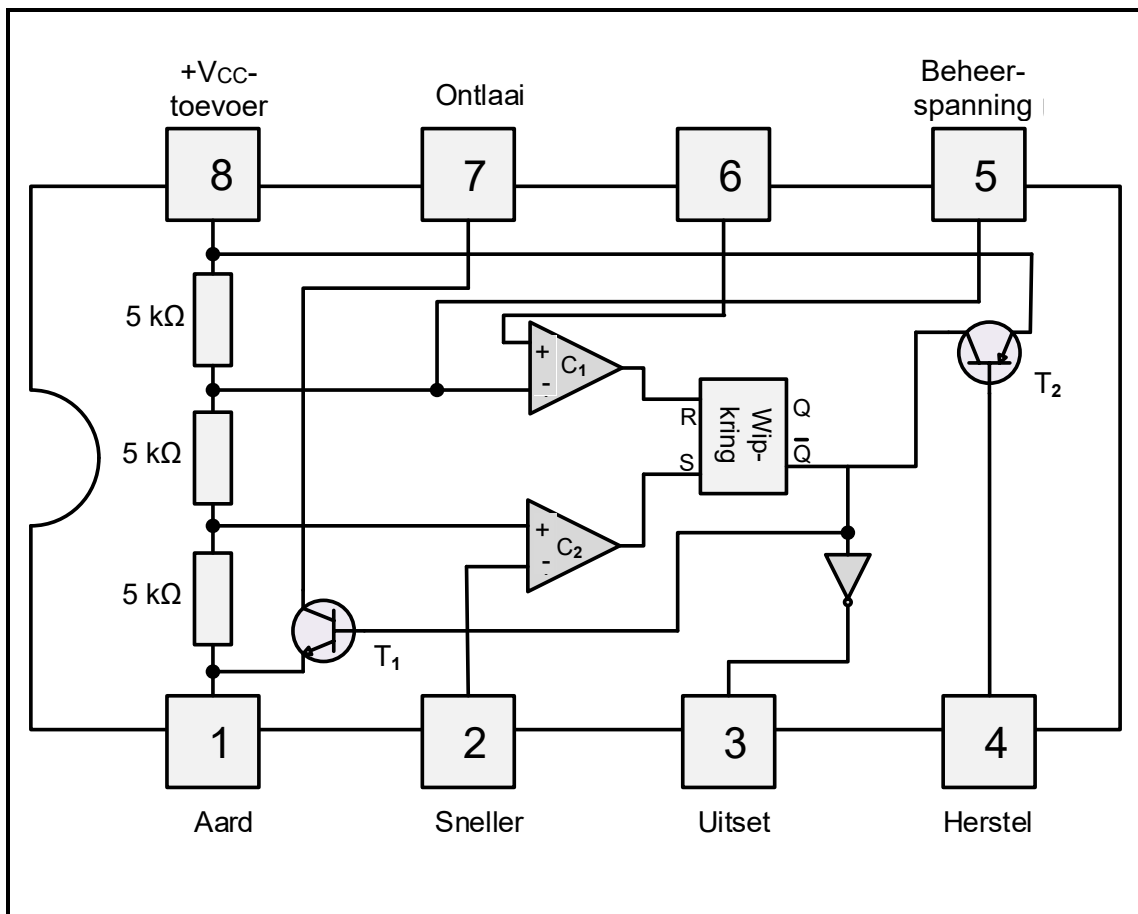

**FIGUUR 4.7: OMKEER- OPERASIONELE VERSTERKER**
4.7 Verwys na FIGUUR 4.7 hieronder en beantwoord die vrae wat volg.
- 4.7.2 Noem die beginsel waarvolgens die kringbaan in FIGUUR 4.7 hierbo werk om 'n nul volt op die omkeerinset te hê. (1)